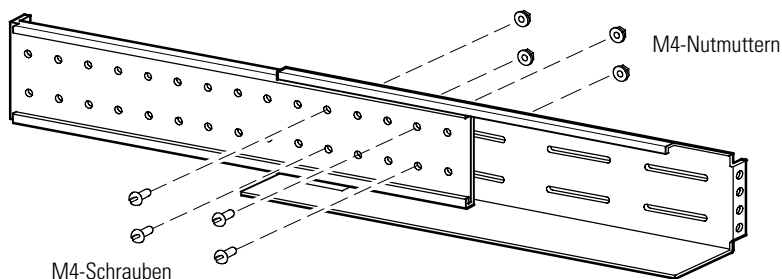

Abbildung 2. Anziehen der Schienenanpassung (rechte Schiene abgebildet)
4. Zum Befestigen der Schienenvorrichtung vier M4-Metallschrauben und vier M4-Nutmutter in der Mitte der Schiene anbringen. Mit einem 7 mm (9/32") Steckschlüssel anziehen. Siehe Abbildung 2.